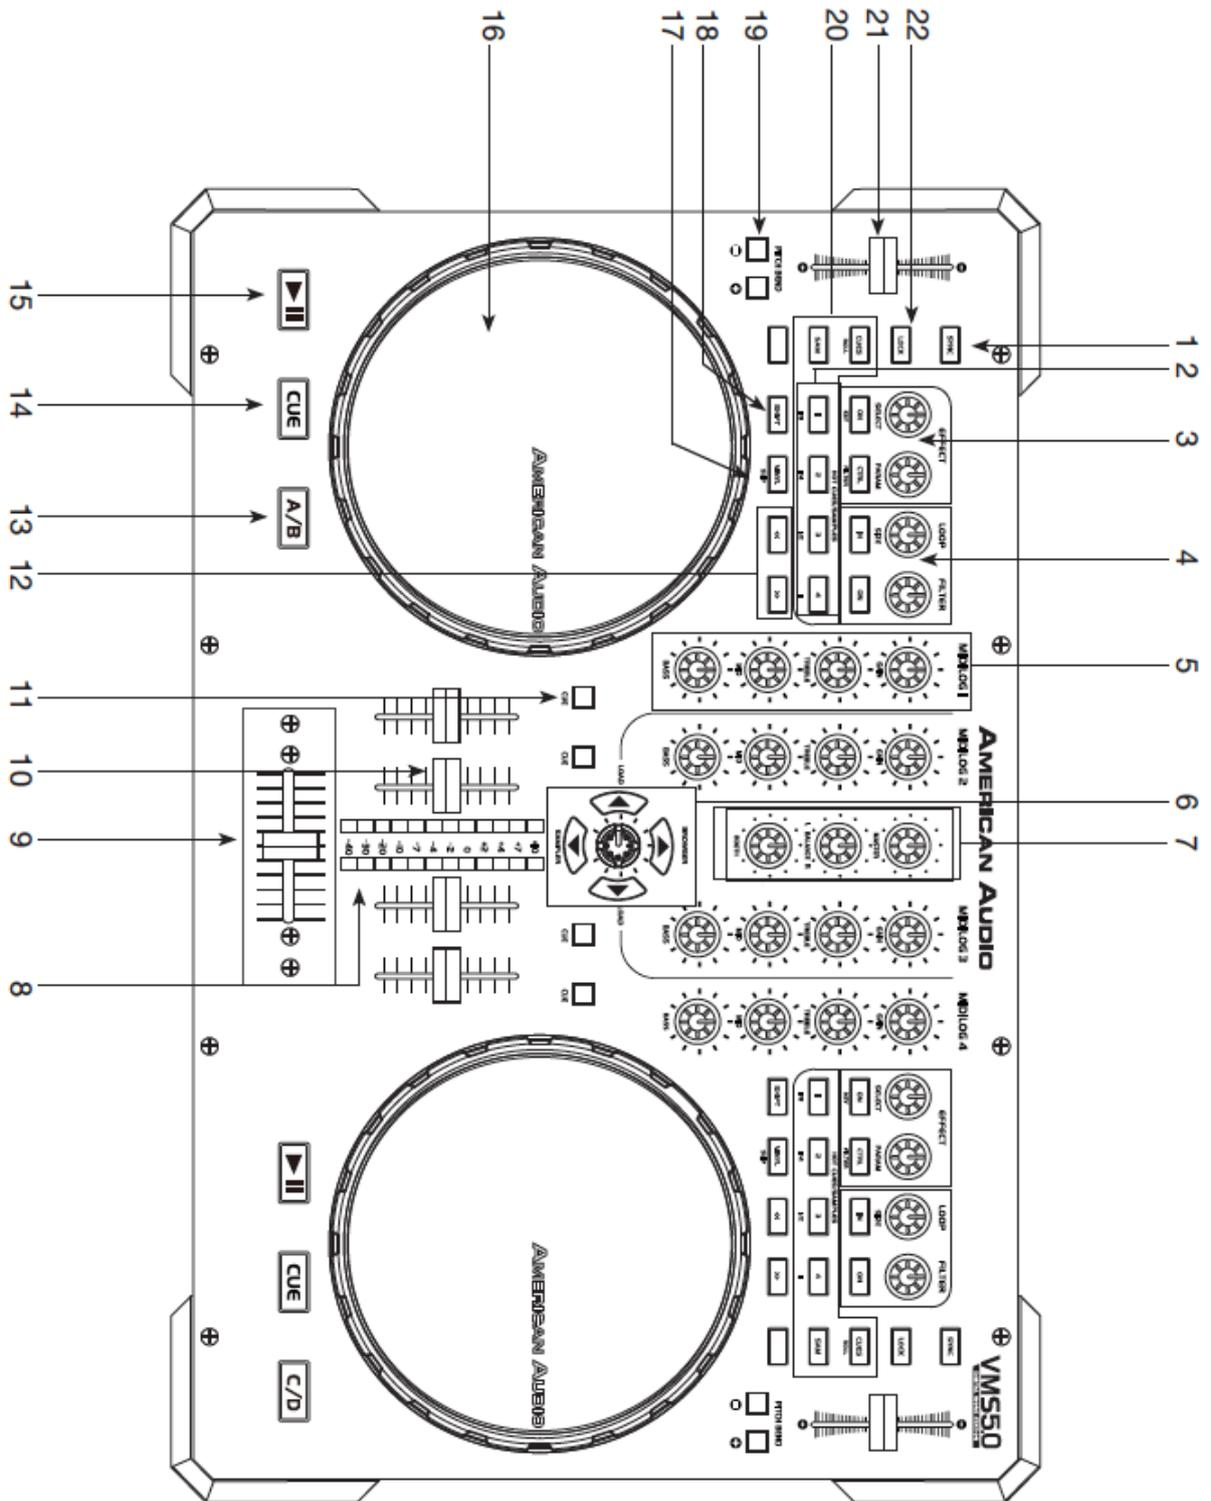

Figure1
A. TABLE DE MIXAGE : VUE AVANT (Figure1)
2. BOUTONS DE BANQUE : ces boutons sont utilisés afin de stocker quatre (4) points de cue ou quatre (4) échantillons. Chaque bouton de banque peut stocker soit un échantillon, soit un point de cue.